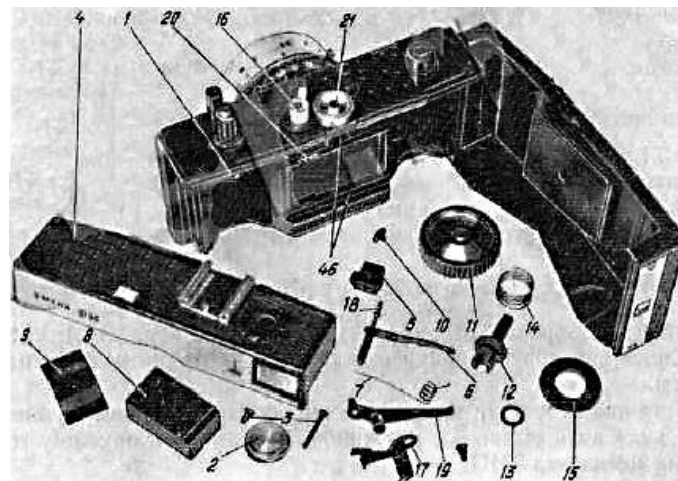

Рис. 2.
3.1.1. Открыть заднюю крышку фотоаппарата (рис. 1), вставить в прорезь вилки 1 (рис. 2) отвертку, чтобы предотвратить разворот вилки, поднять головку 2 обратной перемотки и отвернуть ее.
Установить узел счетчика на корпус фотоаппарата и закрепить его пружинной шайбой 21 (см. рис. 2).